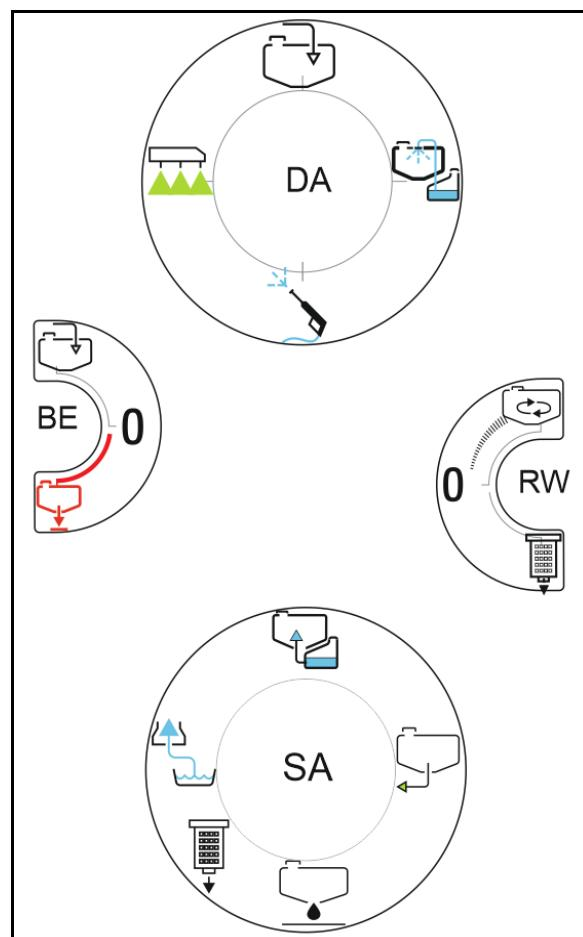

Fig. 154
2. Scoateți filtrul de presiune (Fig. 154/1) și curățați-l cu apă.